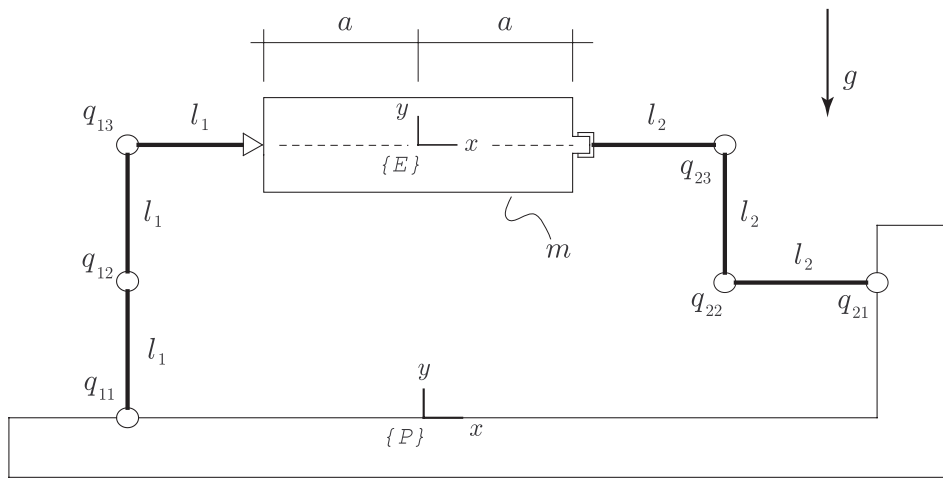

Figura 1: Bracci seriali che cooperano all'afferraggio di un carico.
- 1) Con riferimento allo schema cinematico in Figura 1, si considerino due bracci seriali che cooperano all'afferraggio della scatola di massa  $m$  avente baricentro nell'origine del frame  $\{E\}$ . Il frame fisso solidale al telaio è indicato con  $\{P\}$ . Il braccio di sinistra (braccio 1) è caratterizzato da 3 giunti R e configurazione  $\mathbf{q}_1 = [q_{11} \ q_{12} \ q_{13}]^T$ , mentre il braccio di destra (braccio 2) è caratterizzato ancora da 3 giunti R e configurazione  $\mathbf{q}_2 = [q_{21} \ q_{22} \ q_{23}]^T$ . I vincoli nel contatto con fra link terminali dei bracci 1 e 2 e l'oggetto afferrato sono schematizzabili, rispettivamente, come contatto di punto con attrito (PCWF) e come incastro perfetto.